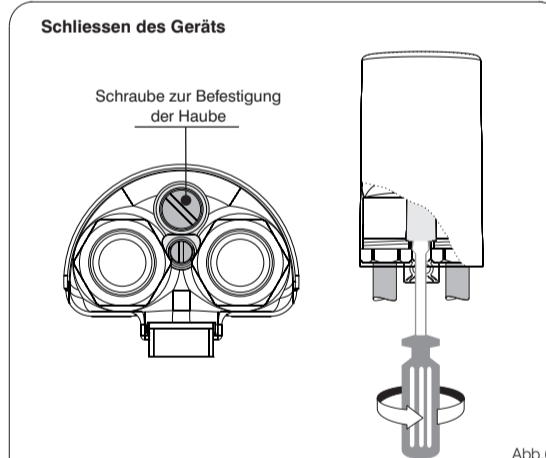

Abb. 6
- Die Haube durch Anziehen der an der Unterseite des Sockels befindlichen unverlierbaren Schraube befestigen. Die Schraube fest anziehen, bis die Haube auf die Dichtung drückt und somit den hermetischen Verschluss garantiert (Abb. 6).